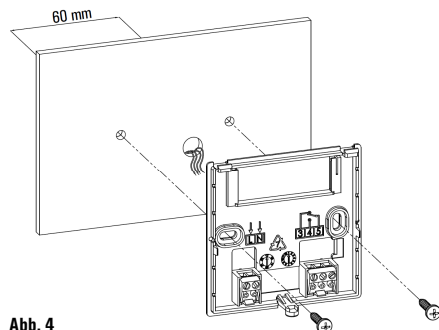

Abb. 4
- 3 Befestigen Sie den Sockel, direkt an der Wand oder an Abzweigdosen mit 2 Modulen durch die beiden Schraubenbohrungen mit 60 mm Achsabstand; dabei darauf achten, die Kabel durch den Schlitz zu führen, wie in Abb. 4.